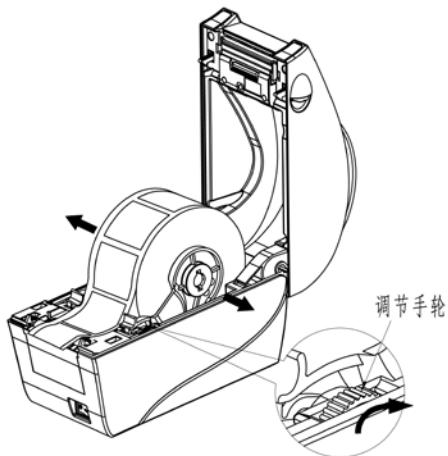

图 2.4.4
- 4) 适当转动调节手轮,使纸支架略宽于纸卷宽度,防止纸卷受力(见图 2.4.4)。